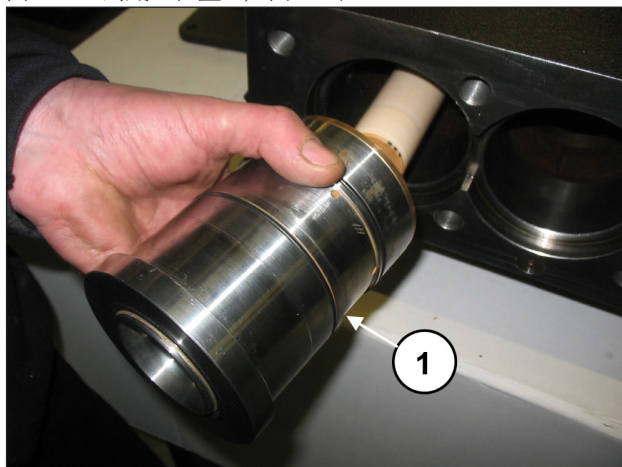

图 159
插入先前组装的缸套/密封圈底座单元 (包括两个专用O形圈) 直至到底 (位置①, 图 159)